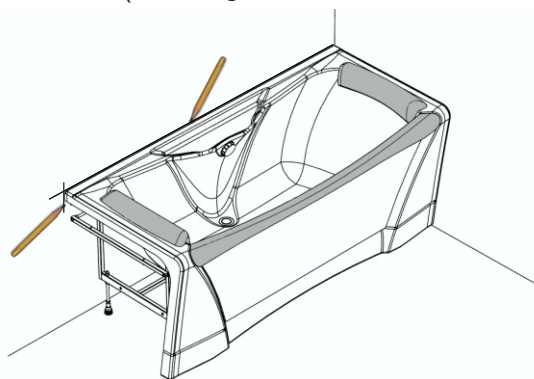

Рисунок 5
2. В месте установки ванны на стене начертить горизонтальную линию на высоте бортика ванны (после установки ванны линию стереть) (Рис.5).